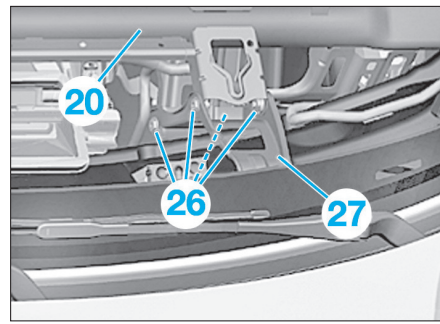

Fig. 26
- Faire attention au montage correct de l'écoulement de l'eau de condensation (28) dans le manchon (29) (Fig.26).